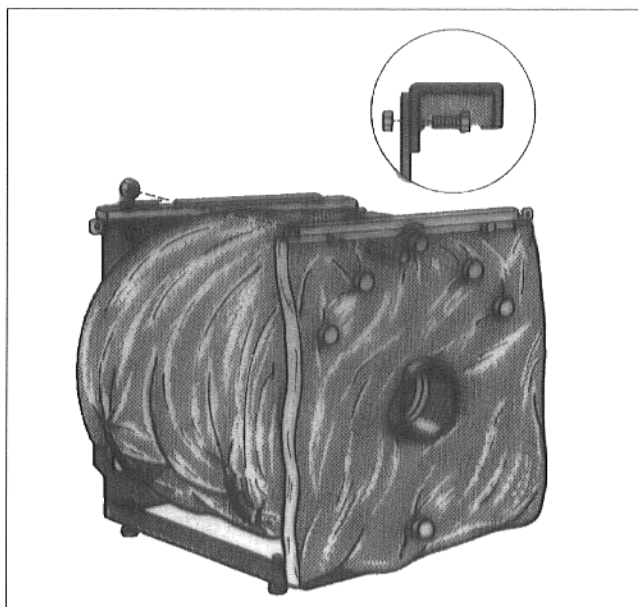

Fig. 8
- Poser le revêtement calorifuge de la face arrière de manière à laisser les raccords de chaudière et les manchons d'évacuation des fumées dégagés. (Fig. 8)